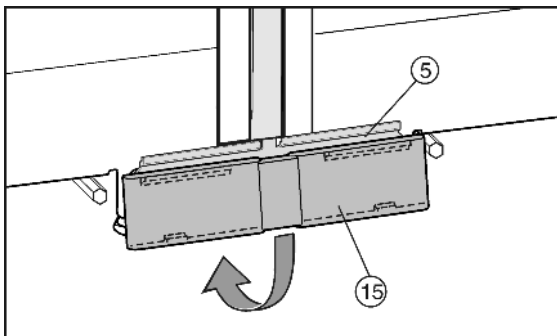

Fig. 11
- ▶ Aseta alempi suojus Fig. 11 (15) ylhäältä päin liitospellin Fig. 11 (5) päälle ja paina alhaalta lukitukseen.